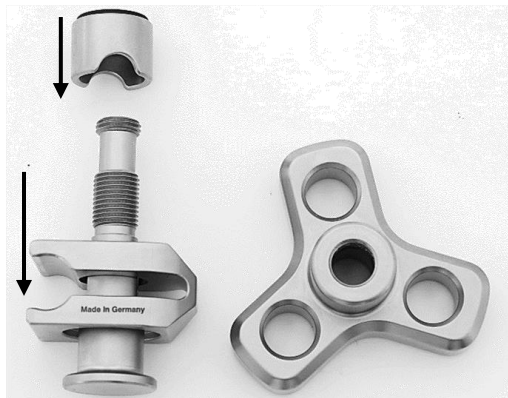

Abb. 6
Wie in Abbildung 6 zu sehen, zuerst das Klemmstück (3) und danach die Klemmhülse (2) über die Gewindestange (4) einführen. Bitte folgender Hinweis beachten!